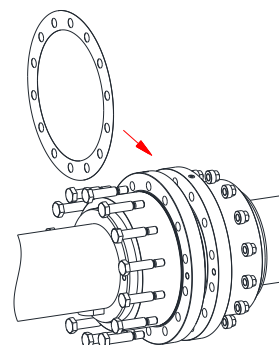

Figura 31
- Insira a guarnição de vedação (componente 5) e aparafuse as luvas ou a luva e o cubo rígido com a ajuda dos parafusos de ajuste sextavados (componente 3) e porcas (componente 4), respeitando os binários de aperto prescritos (ver tabela 9) (ver figura 31).